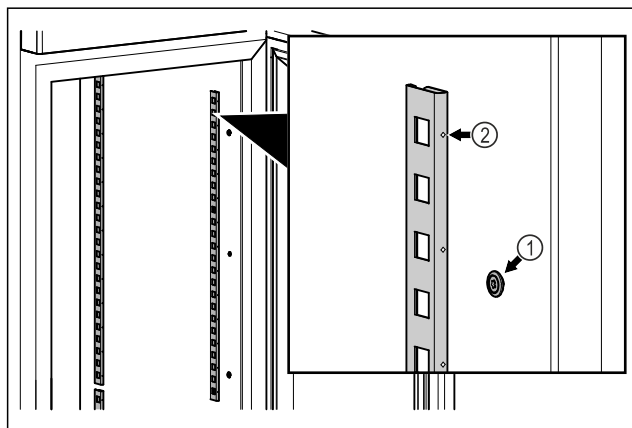

Fig. 56 Vejledende illustration
- ▶ Hægt glaslisterne Fig. 56 (1) fast i ophænget. Mærket Fig. 56 (2) skal pege fremad.